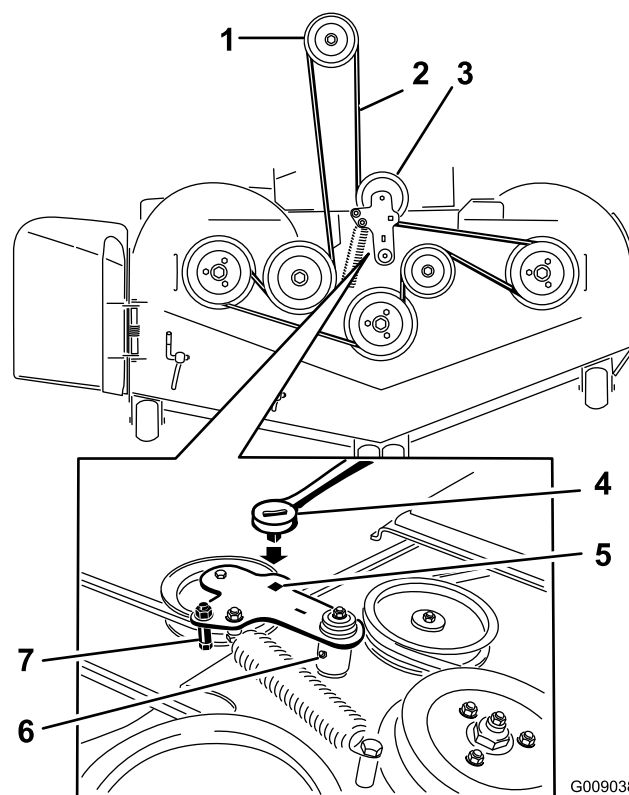

Figure 76
5. Insérez un rochet dans le trou carré du bras de la poulie de tension pour détendre le ressort de la poulie de tension (Figure 76).
7. Enlevez le guide de courroie situé sur le bras de renvoi rappelé par ressort (Figure 76).
9. Acheminez la courroie neuve autour des poulies du tablier de coupe et de la poulie d'embrayage, sous le moteur (Figure 76).
10. Montez le guide de courroie sur le bras de renvoi (Figure 76).
11. Insérez le rochet dans le trou carré et montez le ressort de la poulie de tension (Figure 76).